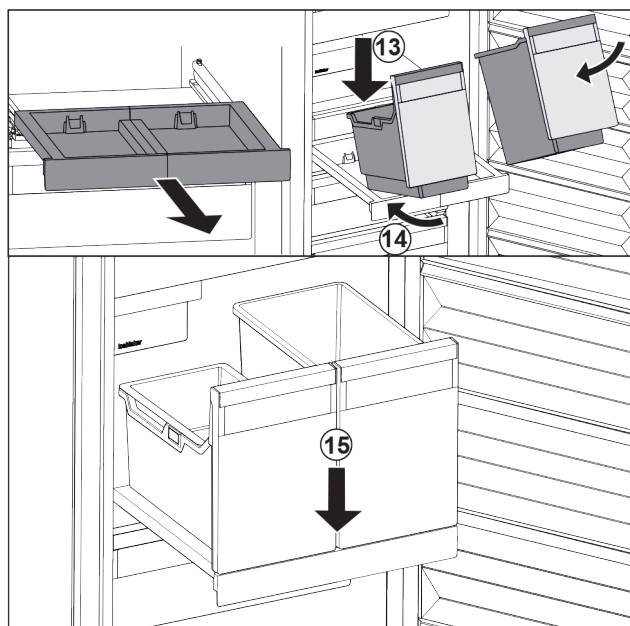

Fig. 110
- ▶ Stavite spremnik ukoso na izvlačnu ploču. Fig. 110 (13)
- ▶ Gurnite spremnik ukoso prema natrag. Fig. 110 (14)
- ▶ Spustite spremnik naprijed. Fig. 110 (15)